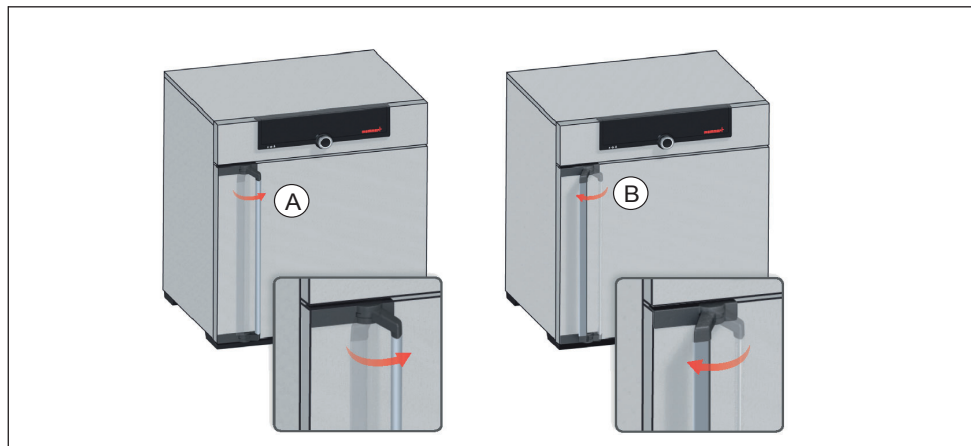

Fig. 14 Åbning og lukning af døren
- ▶ Træk dørgrebet til siden for at åbne døren (afhængigt af dørvarianten enten til venstre eller højre, Fig. 14, A).
- ▶ Skub døren i og skub dørgrebet til siden for at lukke døren (B).